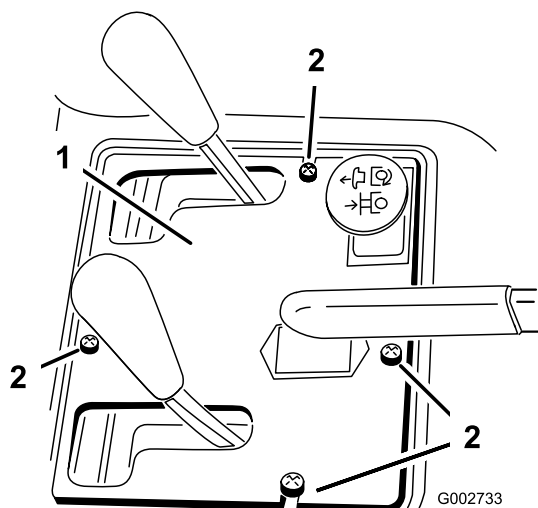

Figure 35
- Retirez les (4) vis de fixation du panneau de commande au bâti (Figure 35).